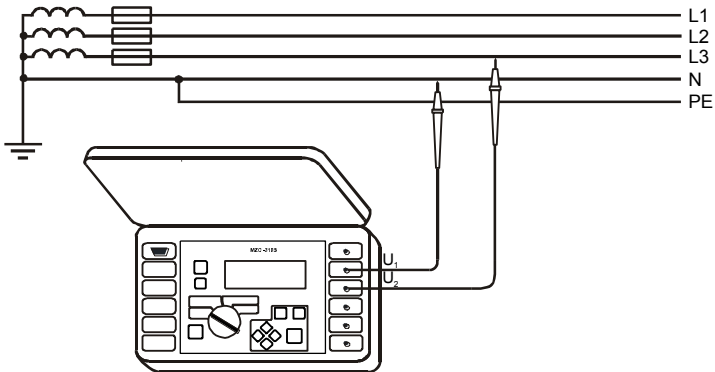

Ilustración9. Medición de la tensión alterna
- Conecte los cables de medición a los enchufes: **4** U_1 y **5** U_2 (Ilustración9)